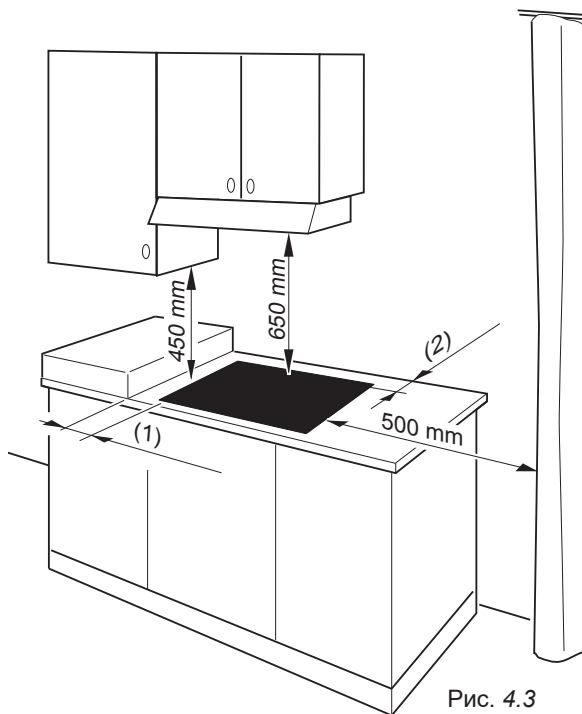

Рис. 4.3
- Минимальное расстояние между варочной поверхностью и настенным шкафом/вытяжным шкафом, устанавливаемым над ней, должно быть 650 мм (рис. 4.3).